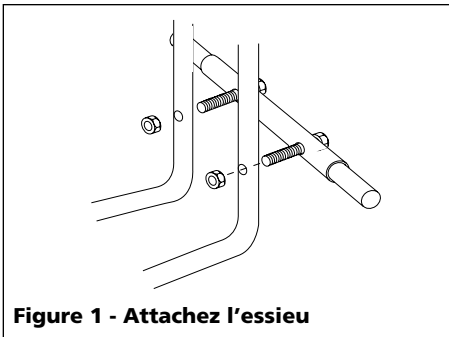

Figure 1 - Attachez l'essieu
- Mettez la pompe verticale et tenez la bien. Fixez l'essieu aux pieds du chariot en insérant les boulons pré-assemblés dans les trous des pieds du chariot. Fixez le tout avec un écrou de 1/4 po - 20 sur chaque boulon. Utilisez une clé de 7/16 po pour resserrer (Voir la Figure 1).